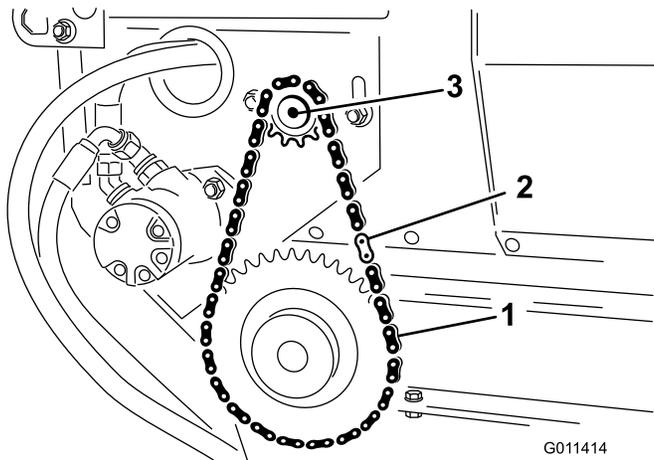

Рисунок 30
2. Снимите с цепи замыкающее звено и снимите цепь с маленькой звездочки (Рисунок 30).